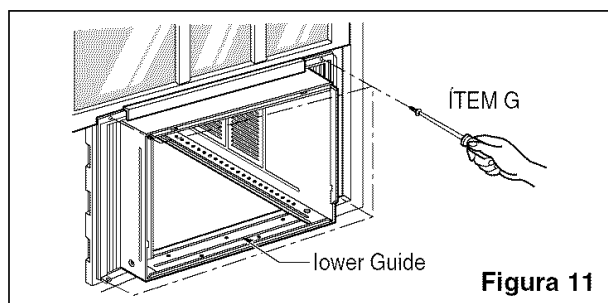

Figura 11
**9** Extienda el panel hasta llenar el hueco. Fije cada panel guía en el marco de la ventana usando dos tornillos (ÍTEM G). (Figura 11)